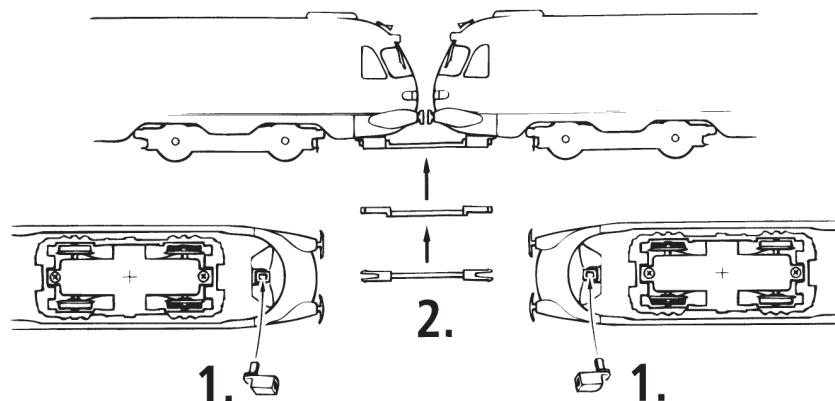

Fig. 4
Mehrzugbetrieb: Zuerst Lokgehäuse abnehmen (Fig. 4). Danach den Brückenstecker aus der Schnittstelle entfernen (diesen sorgsam aufbewahren). Danach den Stecker des Steuerbausteins lagerichtig einsetzen (siehe Fig. 3).
2. Schmierung: Versehen Sie die im Schmierplan in Fig. 7 gekennzeichneten Stellen mit nur **kleinen Öltropfen**. Dazu zuerst das Lokgehäuse abnehmen (Fig. 4). Wir empfehlen den ROCO **Öler Art.-Nr. 10906**. Fürs Schmieren der Getriebeteile (Zahnräder, Schnecke) empfehlen wir das **ROCO-Spezialfett Art.-Nr. 10905**. Im Falle der Schmierung diese Teile **nicht ölen**.
4. Motorwechsel: Lokgehäuse abnehmen (Fig. 4). Danach wird der Motor ausgebaut und ausgewechselt (Fig. 9).
2. Lubrication: Apply **tiny oil drops** to spots marked in fig. 7. Prior to lubrication dismantle locomotive (fig. 4). We recommend using item no. **10906, Roco oiler**. For lubrication the gearparts (e.g. cogwheels, worm) we would recommend our Roco **special grease** (item no. **10905**).
Running in digital mode: First remove loco body (fig. 4). Remove the jumper from the interface. Finally put the plug of the chip into the interface as shown in fig. 3.
4. Motor Changing: First remove loco body (fig. 4), and then the motor (fig. 9).